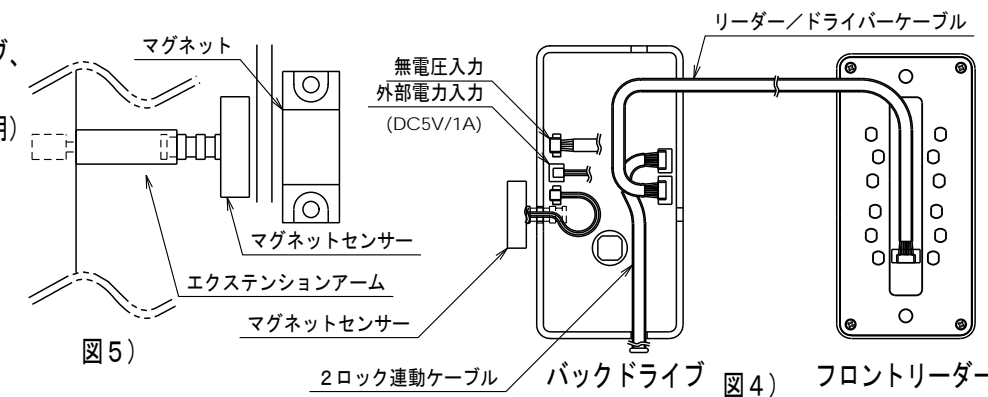

図5)
2. エクステンションアームを使用することで、柱からマグネットセンサーまでの距離を調整できます。(図5参照) ※閉扉時に自動施錠設定しない場合はマグネットセンサーの設定は不要です。